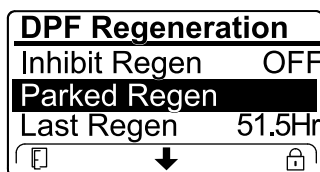

Figura 52
- Se o computador do motor pedir uma regeneração de recuperação ou se estiver a processar uma regeneração de recuperação e percorrer a opção REGENERAÇÃO EM ESTACIONAMENTO, a regeneração em estacionamento bloqueia e o ícone de bloqueio (Figura 52) surge no canto inferior direito do InfoCenter.